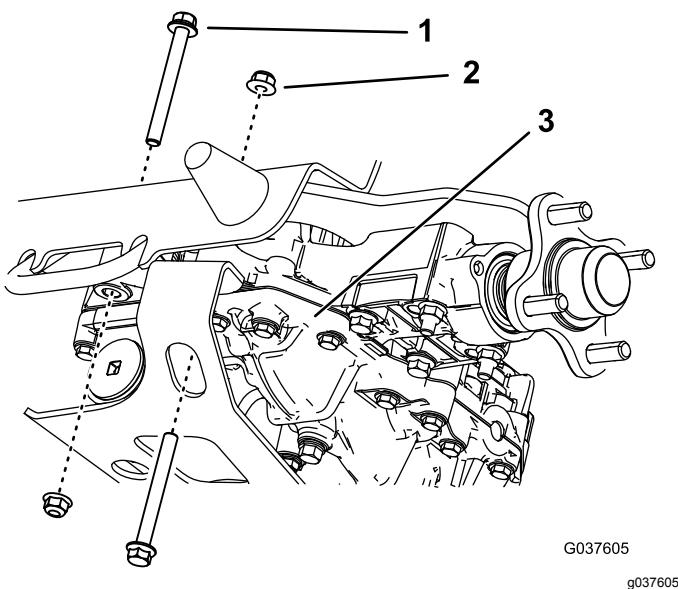

図 9
- 5. 右側右トランスアクスから、リアボルト2本とナット2個を外す図 9。ナットは捨てないこと。